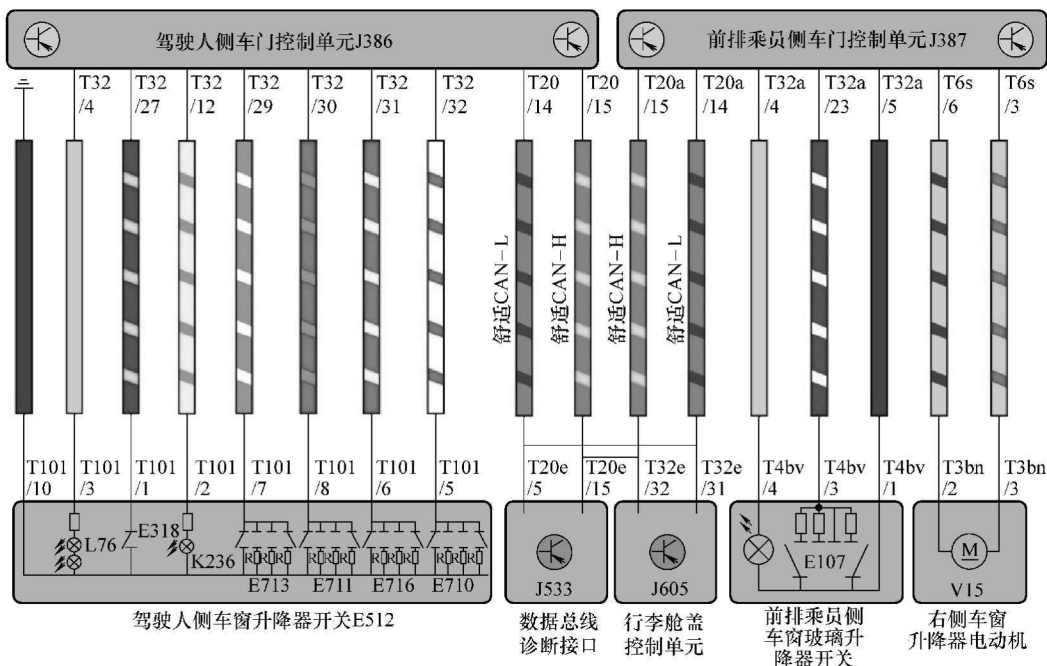

图 1-5 前排乘员侧车门玻璃升降器控制电路图
- ① 开关本身、开关供电、信号电路。
- ② 驾驶人侧车门控制单元 J386 内部、供电。
- ③ 舒适 CAN 总线。
- ④ 前排乘员侧车门控制单元 J387 内部、供电, 如图 1-5 所示。
- ⑤ 前排乘员侧玻璃升降器电动机、控制电路。
- ② 前排乘员侧车门控制单元 J387 内部、供电。
- ③ 前排乘员侧玻璃升降器电动机、控制电路。
- ① E512 上的开关本身、开关供电、信号电路。